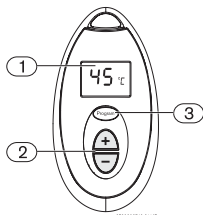

Bild 9 Speichern der Wassertemperatur
- ▶ Die Tasten ⏏ oder ⏏ auf der Fernbedienung so lange drücken (Bild 9, Pos. 2), bis die gewünschte Temperatur (in Grad Celsius) auf der Anzeige der Fernbedienung erscheint (Bild 9, Pos. 1).
Fernbedienung (Bild 9, Pos. 3) 3 Sekunden lang drückt.